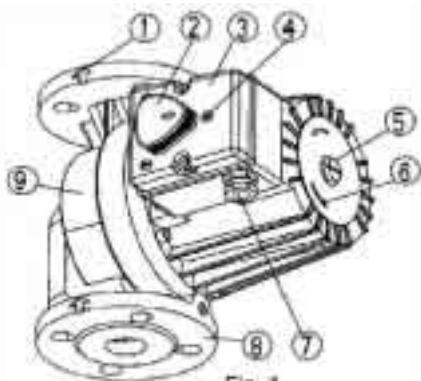

Fig. 1
Насос устанавливается непосредственно в трубопровод, таким образом, что ось насоса 1-1 расположена горизонтально (Рис. 3). Установка производится на ровном участке трубопровода с минимальной длинной 5-10 D (D = номинальный диаметр трубы насоса) от колена. Это обеспечивает работу с наименьшими вибрациями и шумом. Направление тока воды через насос должно соответствовать направлению, указанному стрелкой на корпусе насоса (Рис. 1 – Пункт. 1).
Стыковочный фланец NP 6/10 (Рис. 1 – Пункт. 8).
NC и NCM насосы имеют одинарный гидравлический корпус (Рис. 1 – Пункт 9).
Каждый насос может покрывать три гидравлические области, поэтому такие насосы имеют встроенные электромоторы с тремя различными скоростями оборотов. Желаемая характеристика или скорость (3, 2, 1) выбирается с использованием переключателя (Рис.1 – Пункт 4) коннектора со стрелкой (Рис. 1 – Пункт 2).
- Вытянуть переключатель трехпозиционного коннектора (Рис.1 – Пункт 2) на крышке электромотора (Рис.1 – Пункт 3), повернуть его на желаемую скорость (1, 2, 3) и утопить до фиксации.